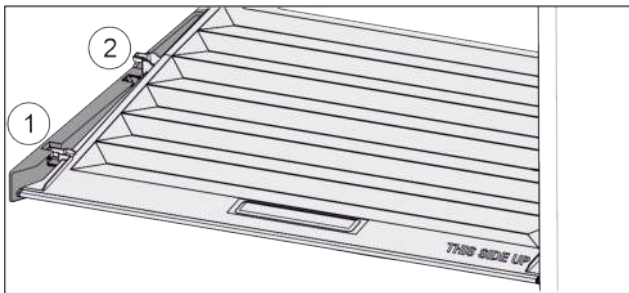

Fig. 77
- Deckel bis zur Öffnung in den Halteteilen nach vorne ziehen Fig. 77 (1).
- Hinten von unten anheben und nach oben wegnehmen Fig. 77 (2).